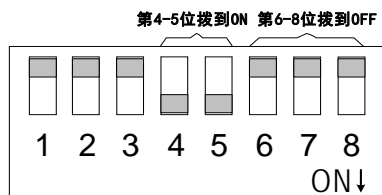

图 3.1 电机学习的拨码开关配置
- 2) 对于初次使用的电机，或电机相线或霍尔信号线接线顺序调换，应使用拨码开关将信号源配置为内置程序，工作模式配置为电机学习（如何配置信号源和工作模式见表 2.3 和表 2.4），如图 3.1 所示。